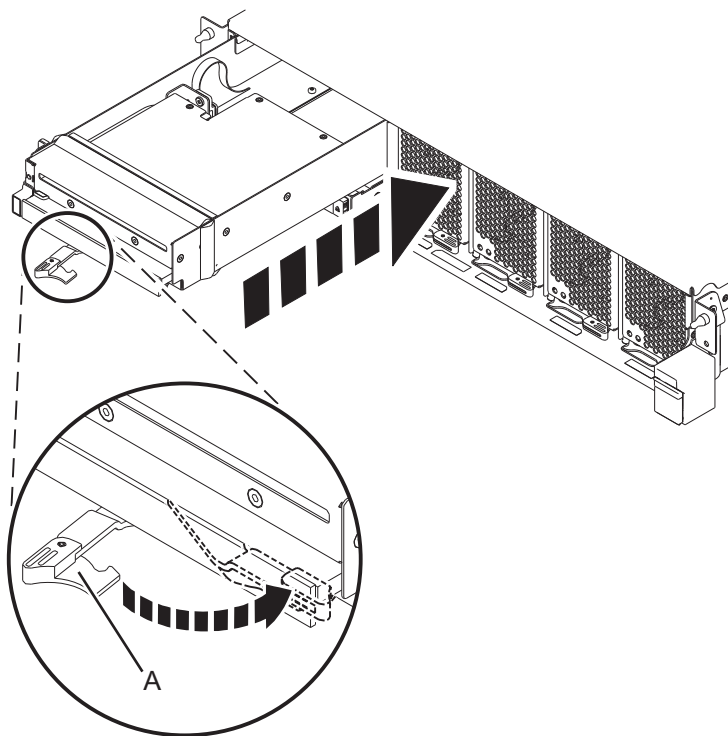

Figura 7. Instalar um Dispositivo de suporte Slimline numa unidade de controlo do sistema 9080-MHE, 9080-MME, 9119-MHE ou 9119-MME
- a. Certifique-se de que a pega do dispositivo de suporte Slimline (**A**) é rodada para a posição de abertura, tal como é demonstrado em Figura 7 na página 12.